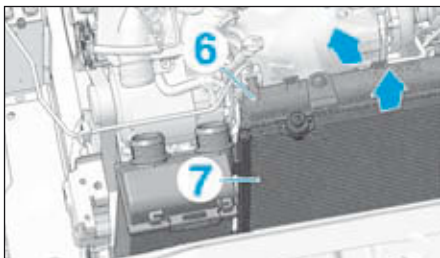

FIG.8
- Basculer légèrement l'ensemble composé du radiateur de refroidissement (6) et du condenseur de climatisation (7) (Fig.8).
- Extraire par le dessus le condenseur de climatisation (7).